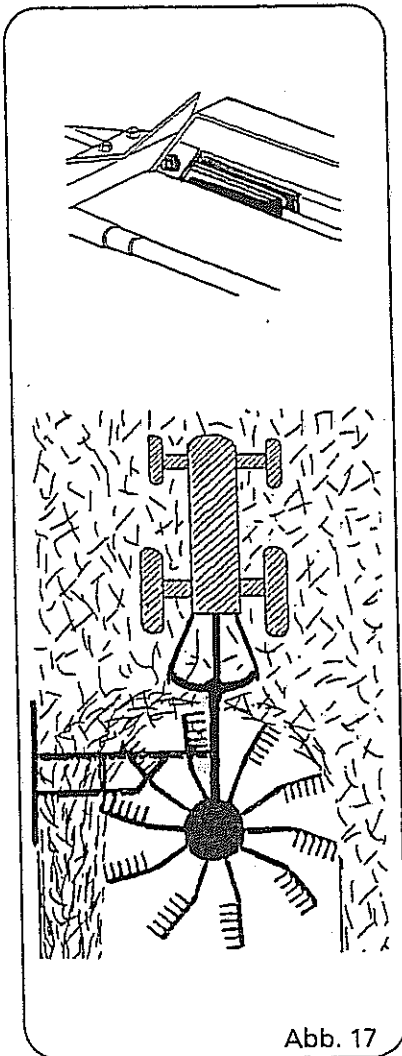

Abb. 17
- Arretiergabel hochklappen (Abb. 17, Pos. F)